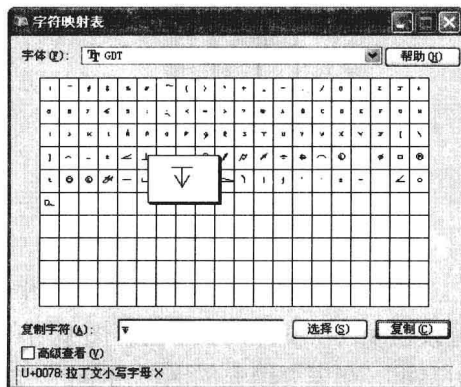

图 11-1-24
(26) 在“注释”面板中, 使用“角度”按钮, “线性”按钮, “半径”按钮, “直径”按钮, 标出尺寸。
(27) 在“注释”面板中单击“多行文字”按钮, 创建文字输入框, 单击“符号”按钮, 在弹出的列表中选择“其他”, 打开“字符映射表”对话框, 选择字体为“GDT”, 单击孔深符号, 单击“选择”和“复制”按钮, 如图 11-1-24 所示。